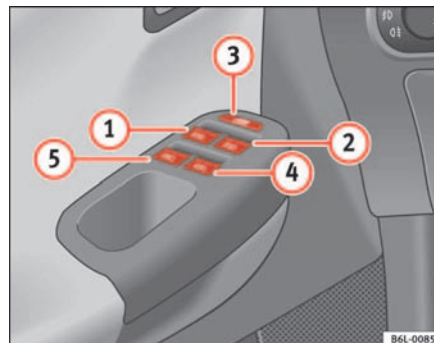

Abb. 51 Ausschnitt aus der Fahrertür: Bedienelemente für vordere und hintere Fenster
Die Tasten  $\Rightarrow$  Seite 88, Abb. 51 ① und ② haben zwei Stufen zum Öffnen und zwei zum Schließen des Fensters. Dadurch ist es einfacher, die Öffnungs- und Schließvorgänge zu kontrollieren.